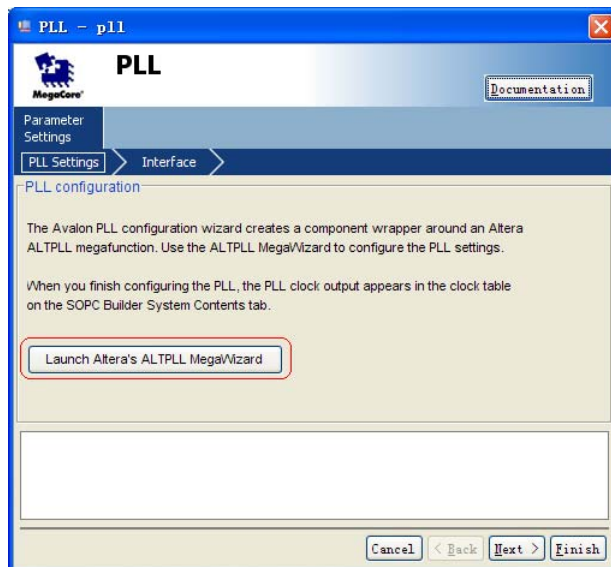

图 10-3 PLL 设置第一页
9. 添加 pll，在左侧 PLL->PLL，在弹出的窗口中选择 Launch Altera's ALTPLL MegaWizard，如图 10-3。